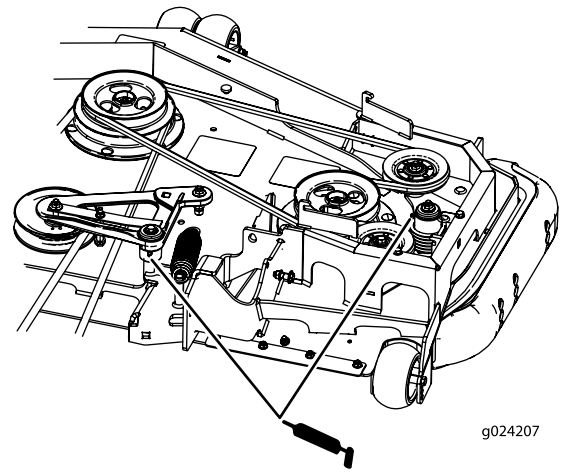

**Figure 50**
4. Graissez les bras de la poulie de tension de la courroie d'entraînement (Figure 50).